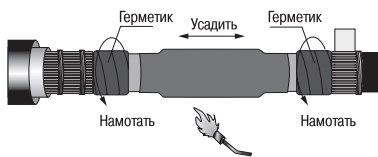

Рисунок 9
4.16 Надвинуть на гильзу трекин-гостойкую трубку (красного цвета) для изолирования гильзы. Установить её по центру гильзы и усадить, начиная с середины и далее в направлении торцов. После усадки трубки по торцам должен быть виден выступивший расплавленный клей (рисунок 9).
4.17 Обезжирить жилы кабеля на расстоянии 100 мм от места отгиба проволоки экрана и подмотать 2–3 витка ленты герметика с обоих концов кабеля (рисунок 9).